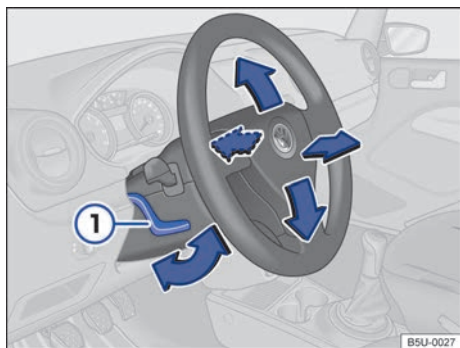

Fig. 44 Regular la posición del volante mecánicamente.
- Empujar la palanca \Rightarrow fig. 44  hacia abajo y colocar el volante en la posición deseada.